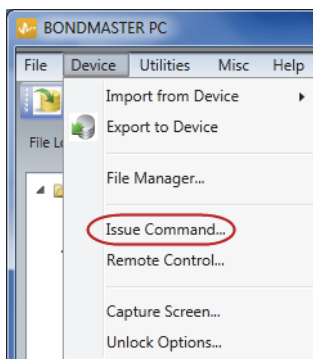

图 7-12 设备菜单：发布指令
1. 在 **Device**（设备）菜单中，选择 **Issue Command**（发布指令）（参见第 179 页的图 7-12）。